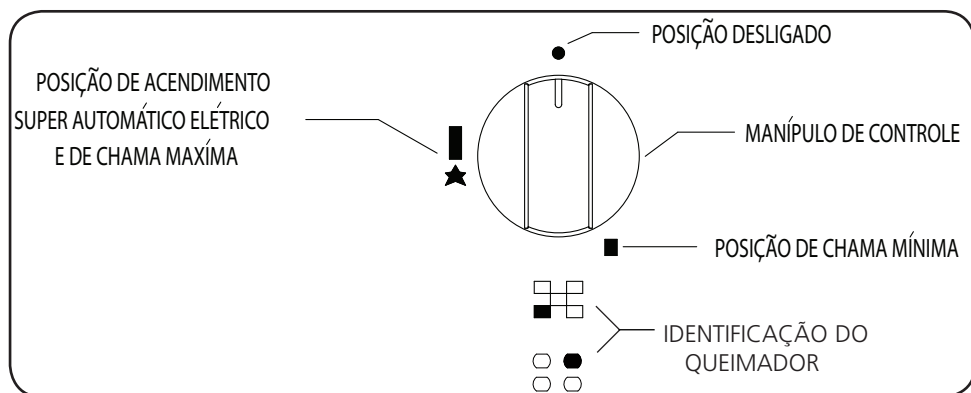

Fig. 2
No painel do cooktop está gravada a posição do queimador, controlada por cada manípulo [Fig. 2]. Depois de aberto o registro da rede de gás, o acendimento dos queimadores é feito da seguinte forma:
- Pressionar e girar em sentido anti-horário o manípulo correspondente ao queimador desejado, até a posição de chama máxima [Fig. 2].